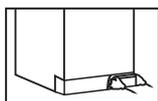

fig.10
4. Installez le filtre en sens des aiguilles de la montre et insérez le panneau de décoration inférieur (comme Figure 10).